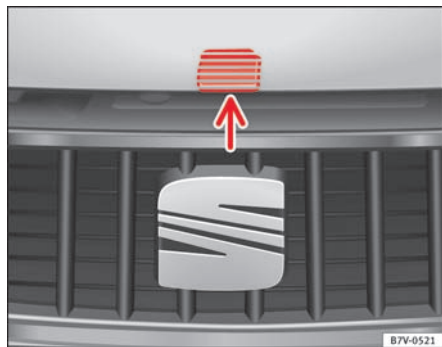

Fig. 164 Udløserarm til åbning af motorhjelmen i kølergrill
- Løft motorhjelmen ved udløserarmen ⇒ Fig. 164 (pil), og åbn den helt. Motorhjelmen holdes oppe af gastyksfjederen.